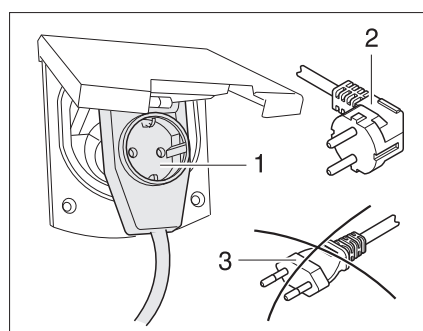

Fig. 284 Collegamento a un connettore a gomito con presa
► Se si utilizza un connettore a gomito CEE 17 con presa sul retro (Fig. 284,1), utilizzare solo una spina IP 44 con isolamento di gomma e sigillata con contatto di terra (Fig. 284,2). Non utilizzare spine senza contatto di terra (Fig. 284,3). Pericolo di folgorazione elettrica!